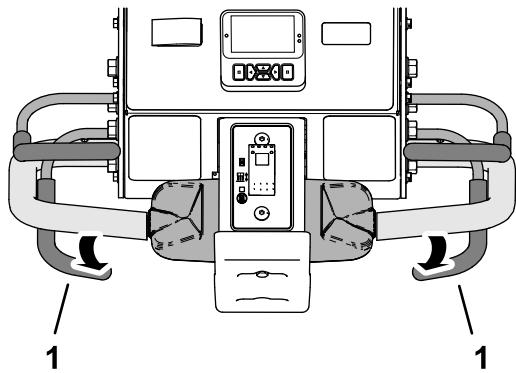

図 85
- 前タイヤが作業場所に入るタイミングで、エアレーションペイルから手を離す図 85。